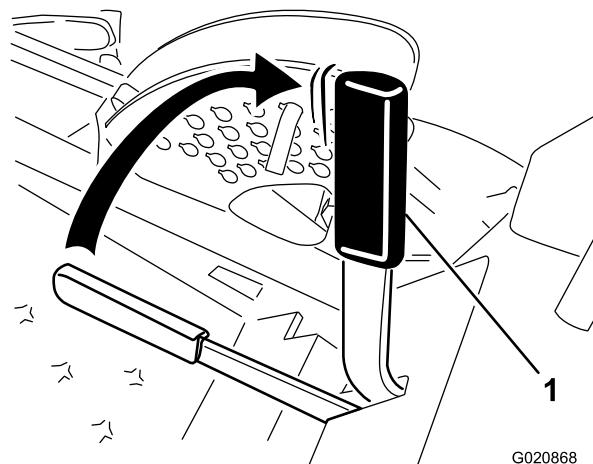

Bild 14
2. Ziehen Sie den Feststellbremshebel nach hinten und oben, um die Feststellbremse zu aktivieren (Bild 14).